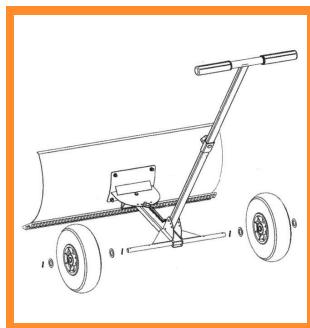

Figura. 4
5. Per le ruote pneumatiche (parte D), farle scorrere sulle aste (parte J) su entrambi i lati del telaio principale (parte I). Attaccare una rondella grande e una chiave a forcina a ciascuna parte esterna della ruota per fissarla in posizione (Figura 4).